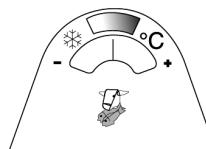

Fig. 1
- Temperaturen inuti kött- och fiskfacket utvisas av en indikator som är placerad på fackets dörr (**Fig. 1**)